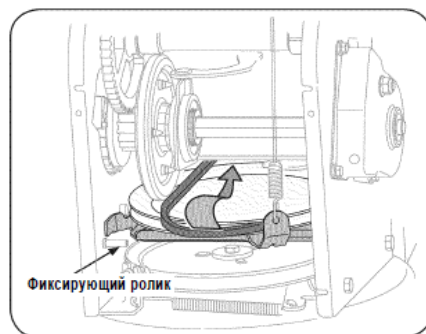

Рис. 34
6. Выверните стопорный болт для увеличения зазора между фрикционным колесом и диском фрикционного колеса См. Рис. 34.
7. Снимите приводной ремень со шкива, пропустив его между фрикционным колесом и диском фрикционного колеса См. Рис. 34.